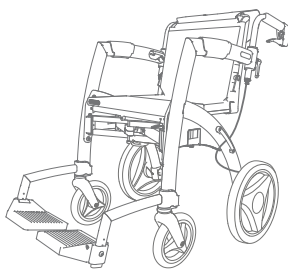

Figure 40: Le fauteuil roulant électrique est prêt à l'emploi.
- Le fauteuil roulant électrique est maintenant prêt à l'emploi (**Figure 40**).